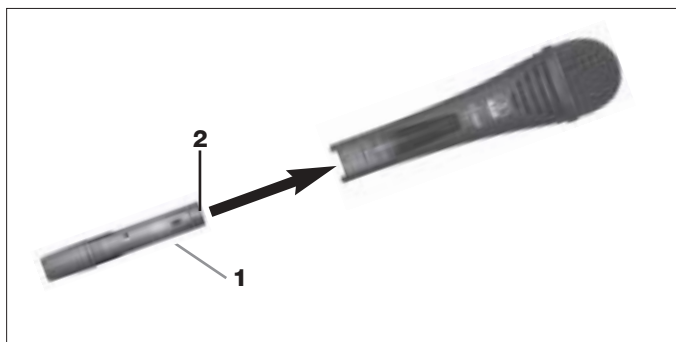

Fig. 7: Colocar o módulo de emissor
- Veja fig. 7.
2. Segure o módulo de emissor (1) de maneira que os contatos (2) apontem para o microfone.
3. Insira o módulo de emissor (1) na haste do microfone, até o módulo de emissor (1) engrenar com um clique. O módulo de emissor trava-se automaticamente, os contatos elétricos ao microfone são criados automaticamente.